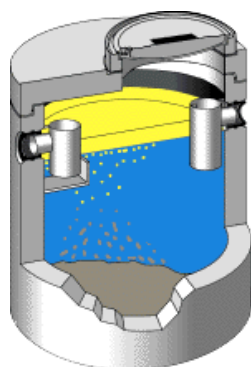

Abbildung 2
Im Handel werden in jüngster Zeit überwiegend sog. Kompaktanlagen angeboten, bei denen sich Schlammfang und Fettabscheider in einem Bauteil befinden (Abbildung 2).
Der Schlammfang, der einem Fettabscheider vorgeschaltet werden muss, kann entweder als separates Bauteil oder integriert in den Abscheider gewählt werden (sog. Kompaktanlage, Abbildung 2). Schlammfänge und Fettabscheider werden sowohl für den Erdbau als auch zur freien Aufstellung in frostgeschützten Räumen hergestellt. Als Werkstoffe für Abscheideranlagen kommen in Frage: Gusseisen, Stahl, Beton/Stahlbeton, Polyethylen (PE) und glasfaserverstärkte Kunststoffe (GFK). Aufgrund der Aggressivität der Fettsäuren müssen die schmutzwasserberührenden Flächen mit einem dauerhaften Schutz versehen sein (z. B. durch entsprechende Auskleidungen oder Anstriche) oder aus beständigem Material bestehen (z. B. aus PE). Achten Sie beim Kauf einer Abscheideranlage darauf, dass diese durch das Deutsche Institut für Bautechnik zugelassen ist; dies ist zu erkennen an der Zulassungsnummer, z. B. Z-54.6-199.